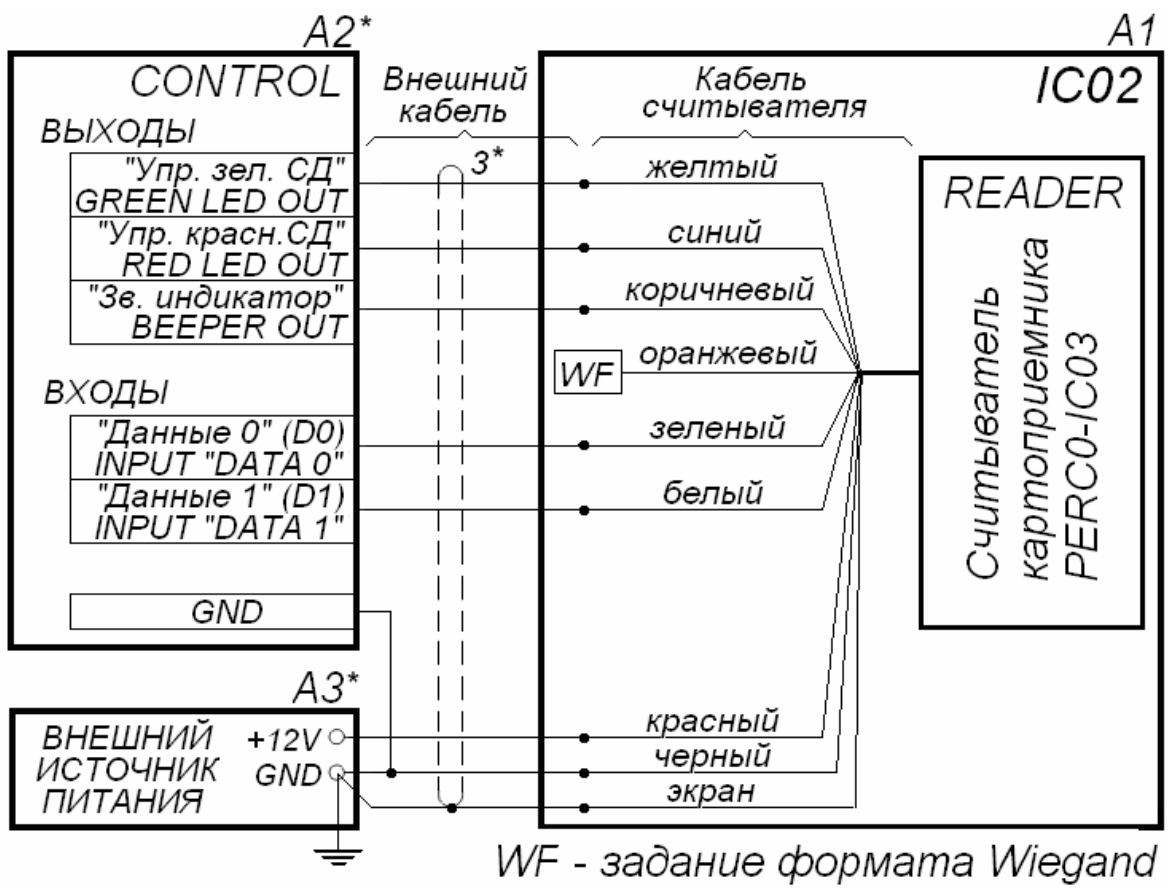

Рисунок 8 Схема подключения считывателя картоприемника к контроллеру СКУД
- 11.2. Если необходимо изменить формат выходных данных считывателя, подключите оранжевый провод WF (см. рисунок 8) в соответствии с таблицей 2.
12. Установите в рабочее положение контейнер (6) и заднюю стенку (4).